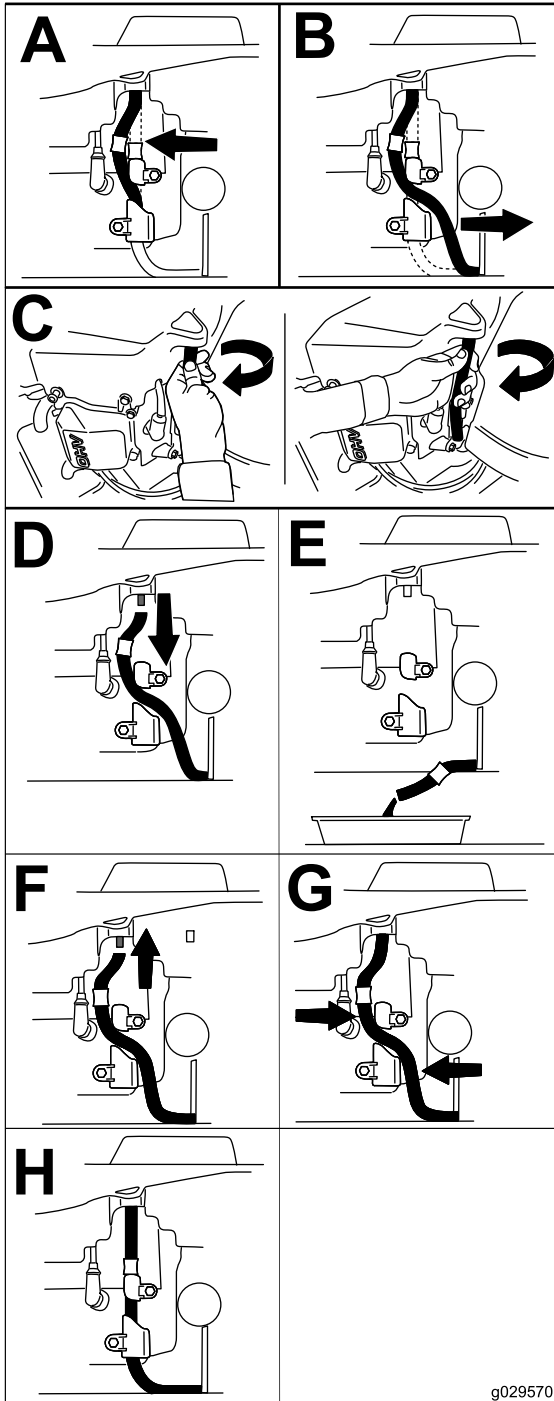

Figure 43
4. Vidangez l'huile moteur (Figure 43).